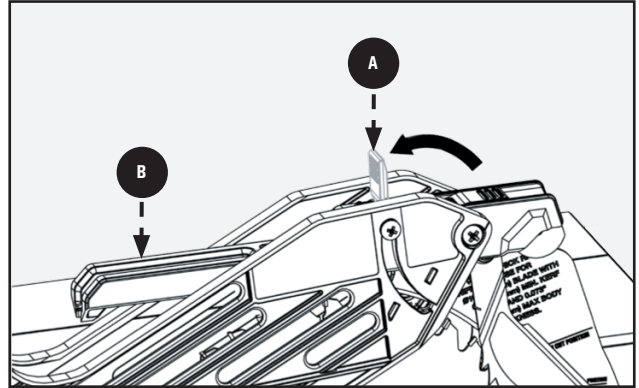

FIGURE 16
3. Voir la Figure 16 (page suivante). Tout en maintenant enfoncé l'avant de la bras de soutien du protège-lame, appuyez sur le onglet de verrouillage du protège-lame jusqu'à ce qu'il s'enclenche en position verrouillée. Assurez-vous que le protège-lame est verrouillé sur le couteau diviseur en tirant sur le protège-lame. Si le protège-lame n'est pas verrouillé, le levier de verrouillage du protège-lame retournera à la position déverrouillée.
Voir la Figure 16.